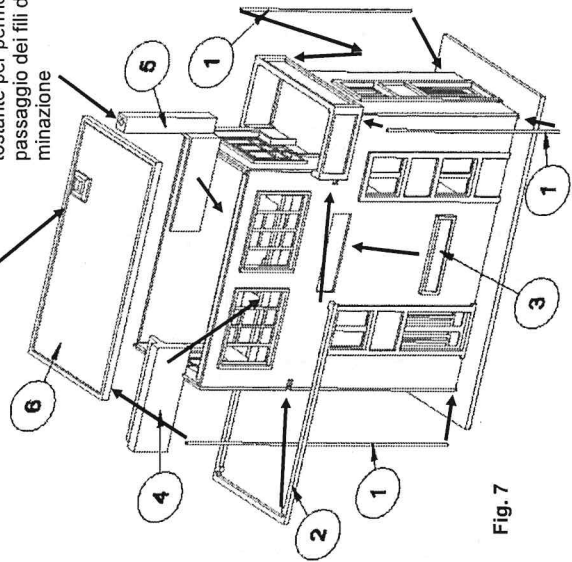

Fig. 7
Sistemare il banco di manovra [fig. 7, 4] nella posizione desiderata, completare il piano superiore con eventuali accessori o figure.
7) Rifiniture finali (rif. fig. 7)